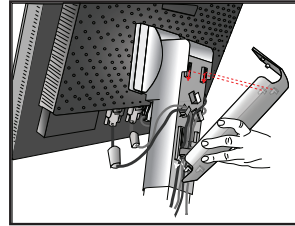

Figure 8
6. Maintenez tous les câbles fortement et placez la gaine de câble dans le support (Figure 8).